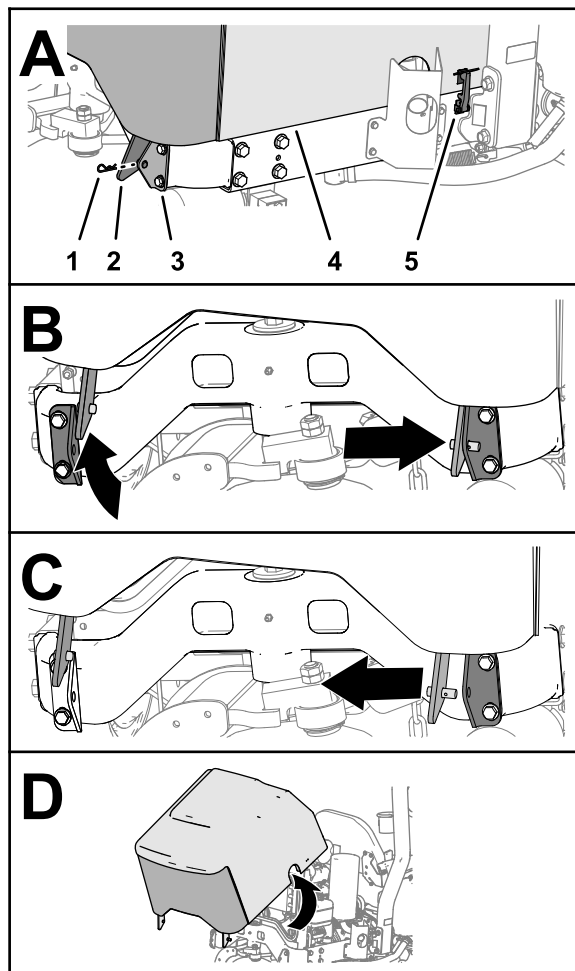

Рисунок 1
- Закройте капот, но не фиксируйте его защелками (Рисунок 1).
- Извлеките игольчатый шплинт из штифта правого кронштейна шарнира капота (Рисунок 1).
- Переместите капот вправо от левой опоры капота и поднимите левый кронштейн шарнира капота (Рисунок 1).
- Переместите капот влево от правой опоры капота и поднимите правый кронштейн шарнира капота (Рисунок 1).
- Снимите капот с машины (Рисунок 1).